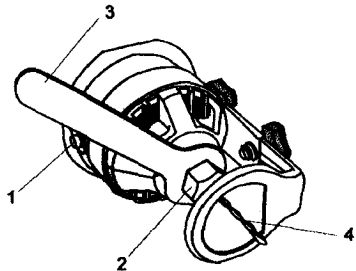

Fig. 2
1. Pulse el botón de cierre del vástago (1) y gire la tuerca de cierre del mandril de pinza (2) en sentido horario con la otra mano hasta que el botón de cierre calce en su sitio, evitando que el vástago gire (ver la fig. 2).
3. Instale la broca en el mandril tal como en la fig. 2.